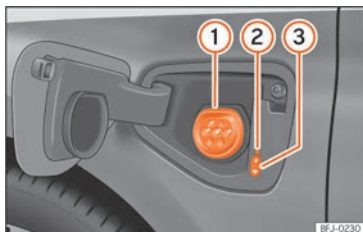

Abb. 228 Hinter der Batterieladeklappe vorn links: Ladedose
» » **Abb. 228**
- Drücken Sie bei entriegeltem Fahrzeug auf die Batterieladeklappe, um diese zu öffnen » » **Abb. 228.**